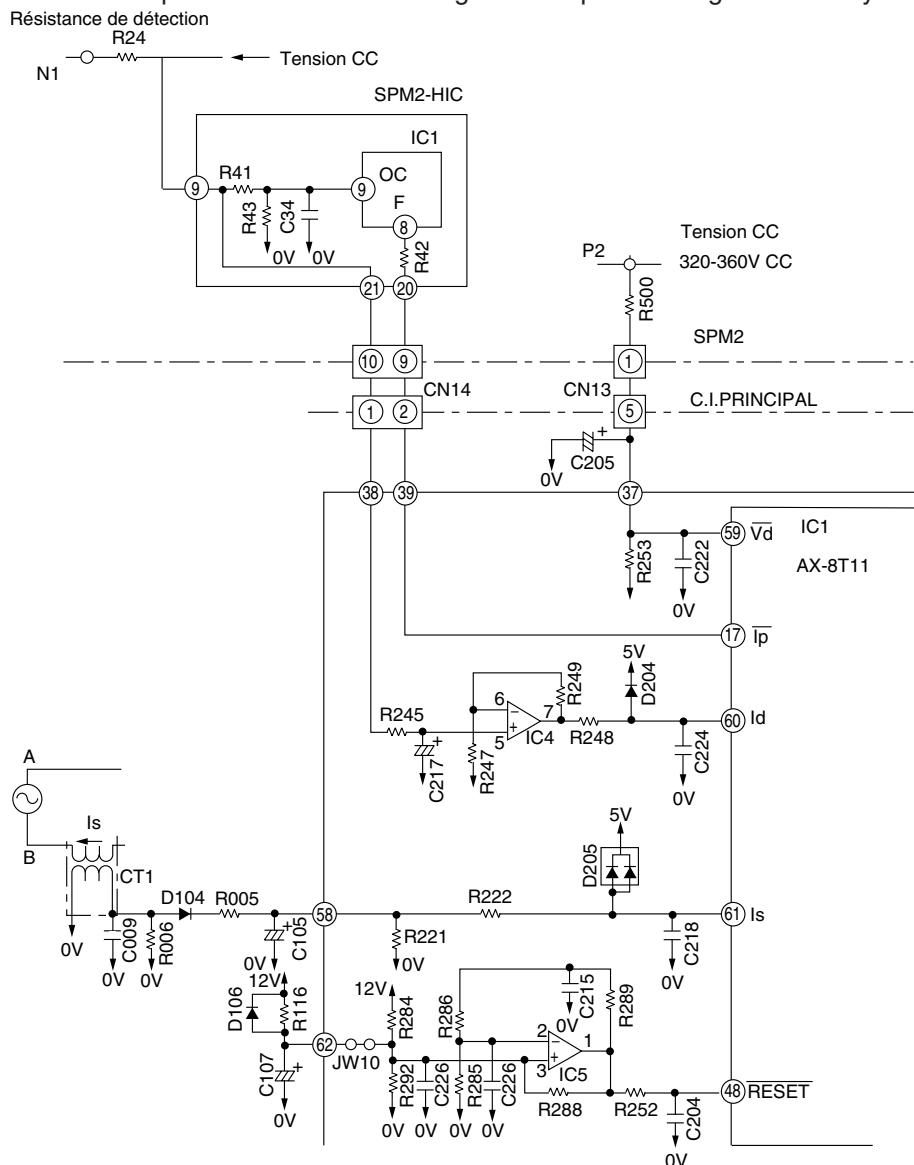

Fig. 7-1 Circuits périphériques du microprocesseur (AX-8T11)
- La Fig. 7-1 représente le microprocesseur et ses circuits périphériques, le Tableau 7-1 illustre le fonctionnement de base de chaque bloc de circuit et la Fig. 7-2 indique la configuration du système.